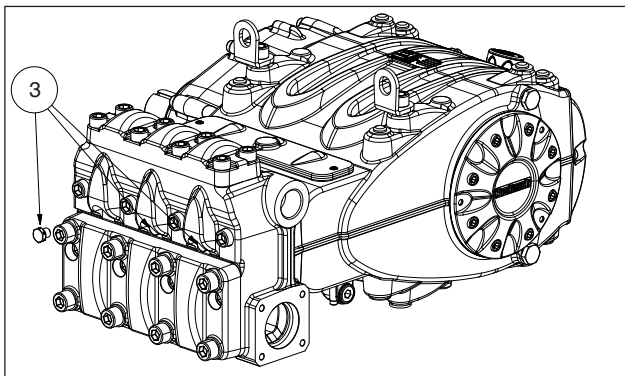

图 11
如果由于电源不足而引发启动问题，则可以按照部件号 ③ 图 11 所示拆下泵头的三个前盖进行维修。